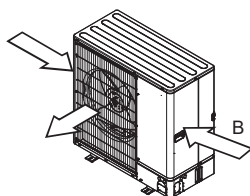

Fig. 2-5
(3) Placez l'appareil de manière à ce que l'air soit soufflé perpendiculairement au sens du vent. (Fig. 2-5)